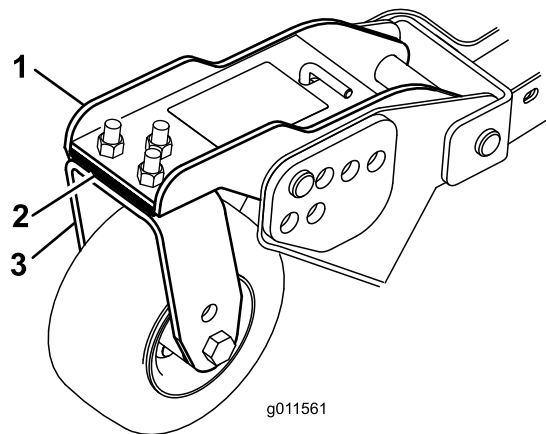

Figura 27
3. Ajuste os calços de 3 mm na(s) forquilha(s) da roda giratória de forma que coincidam com altura de corte fixada no autocolante (Figura 27).
7. Se extremidade interior da unidade de corte lateral estiver demasiado levantada em relação à ponta exterior da unidade de corte frontal, retire os calços de 3 mm do fundo do braço da roda giratória dianteira interior na unidade de corte lateral (Figura 27).